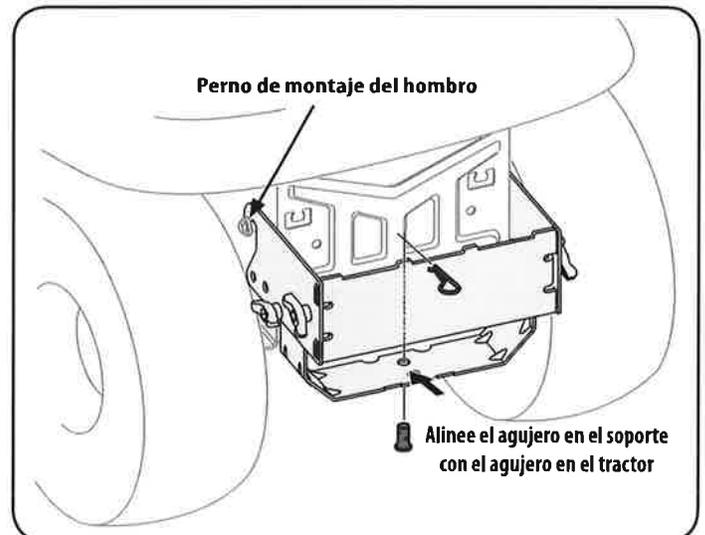

Figura 36
2. Instale el pasador de horquilla (711-0309A) del paquete de tornillería 689-00328A en el enganche del tractor y asegurarlo con una abrazadera de horquilla (714-0117). Véase la Figura 36.